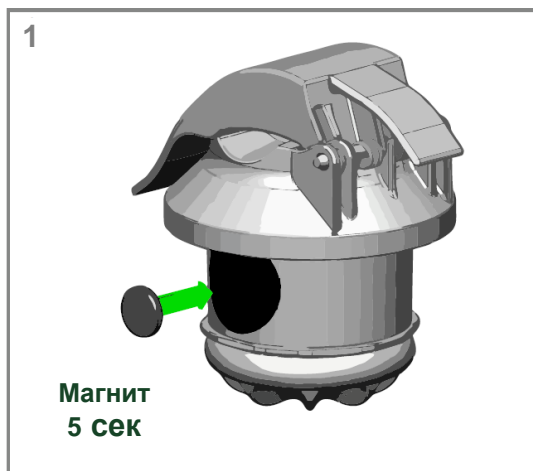

Рисунок 10 – Тестирование индикатора ИКЗ-В31Л
2.3.2 При желании можно выполнить тестирование индикаторов. Для запуска режима тестирования необходимо поднести магнит к корпусу ИКЗ-В31Л в указанном месте и удерживать его в течение 5-10 секунд, светодиод будет производить тройкратную белую вспышку каждые 5 сек. (Рисунок 10). Для отключения тестового режима нужно поднести магнит к указанному месту и удерживать в течение 5 сек. Перед отключением тестового режима светодиод производит однократную белую затем желтую вспышки.